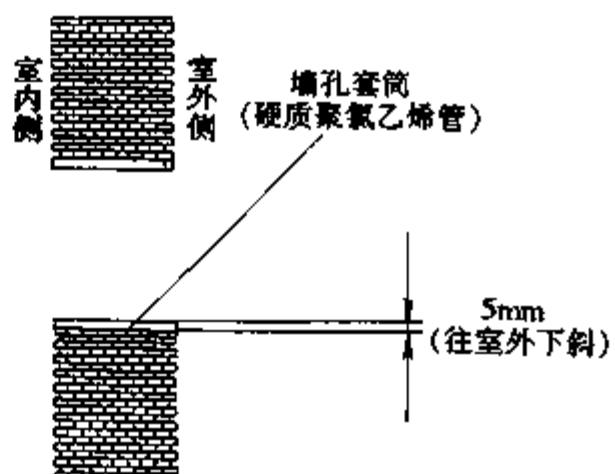

图 7-38 开墙孔
(1) 为了排水流畅, 孔的位置应向外倾斜, 如图 7-38。
(2) 墙孔套筒的安装, 应保护配管及电源连线穿过墙壁不受伤害。